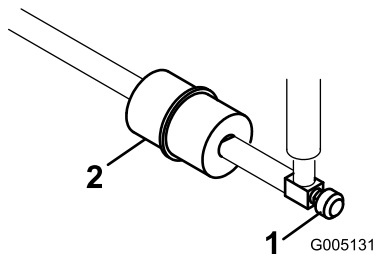

Figure 49
Le filtre à carburant est incorporé dans la conduite d'alimentation, entre le réservoir de carburant et le carburateur (Figure 49). Remplacez le filtre toutes les 800 heures de fonctionnement, ou plus tôt si le débit de carburant limité. Vérifiez que la flèche qui se trouve sur le filtre pointe bien dans la direction opposée au réservoir de carburant.
1. Fermez le robinet de carburant, desserrez le collier de flexible côté carburateur et débranchez la conduite d'alimentation du filtre (Figure 49).
2. Placez un bac de vidange sous le filtre, desserrez l'autre collier de flexible et déposez le filtre (Figure 49).